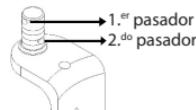

Figura 11
- Las hojas retractoras** tienen una conexión de "doble fijación" que permite que la hoja permanezca fija o gire. Para unir la **hoja retractora** al **sostenedor para hojas** (como el AL-0105), inserte la **hoja retractora** a través de la conexión del **sostenedor para hojas** de modo que el primer pasador del conector pueda pasar a través de la ranura del **sostenedor para hojas**. (Figura 11)